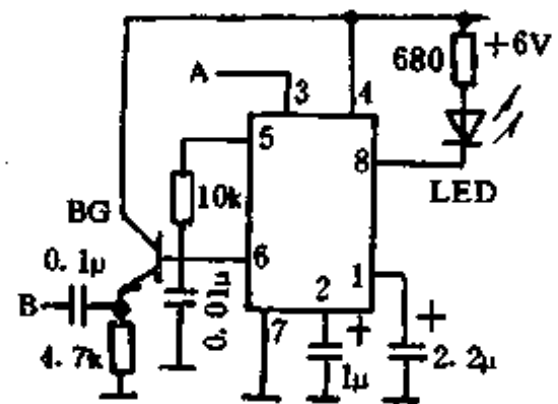

图 1-144
电路见图 1-144。将待测 567 插入电路,接通电源,这时 LED 应闪亮一下,然后熄灭。将 A、B 接通,LED 若亮,说明该 IC 是好的,反之则是坏的。NE567 是一个锁相环音频译码器,其内设压控振荡器(VCO)的频率由⑤、⑥脚所接 R、C 决定,带宽受②脚所接环路滤波电容的影响,③脚输入